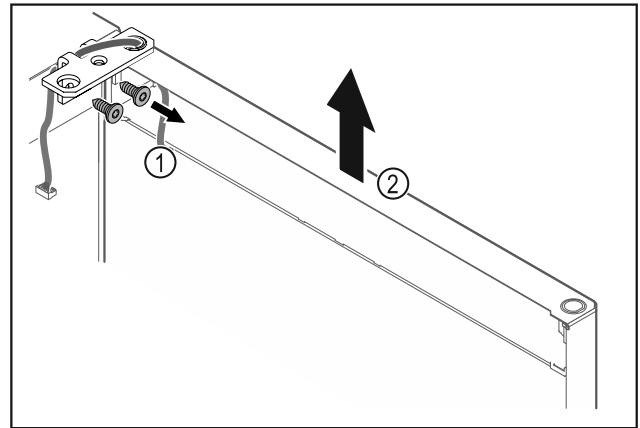

Fig. 24
- ▶ Desatornillar la escuadra de bisagra Fig. 24 (1).
- ▶ Levantar la puerta junto con la escuadra de bisagra Fig. 24 (2) aproximadamente 200 mm recta hacia arriba y retirar.